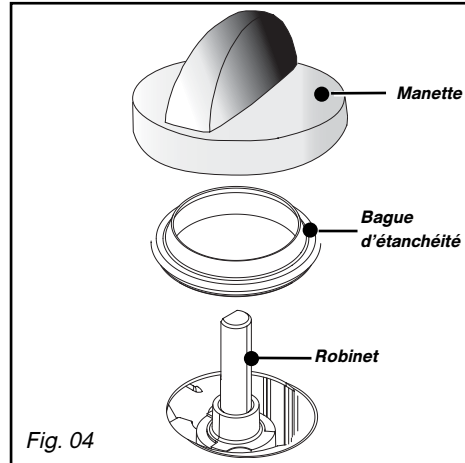

Fig. 04
• **Réglez les ralentis des robinets** : ceux-ci sont situés sous les manettes (Fig. 04).